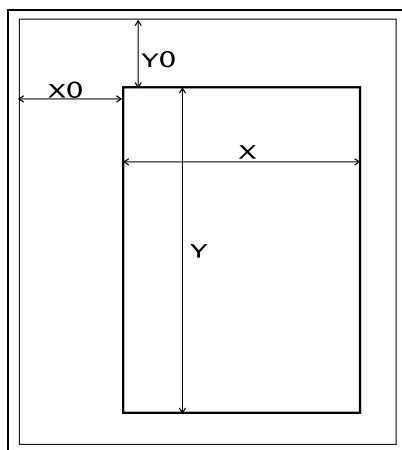

Рис. 3.30. Размер листа плоттера
1. Размер листа задается двумя парами чисел: первая пара задает отступ начальной точки (X0, Y0 на рис. 3.30 — параметры **смещение начала листа**), вторая — размер рабочего листа (X, Y на рис. 3.30 — параметры **Размер листа по . . .**). В сумме эти числа не должны превышать физических ограничений на габариты листа. При попытке установить габариты листа, превышающие максимальный формат, плоттер фиксирует ошибку.